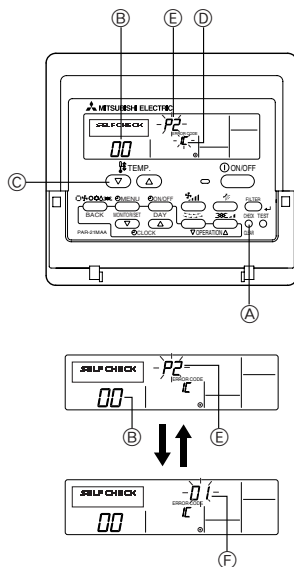

Fig. 7-2
7.3. Autoverificação (Fig. 7-2)
- ① Ligue a alimentação.
- ② Prima duas vezes o botão [CHECK].
- ③ Se utilizar o controlo do sistema defina o endereço do refrigerante com o botão [TEMP].
- ④ Prima o botão [ON/OFF] para parar a autoverificação.